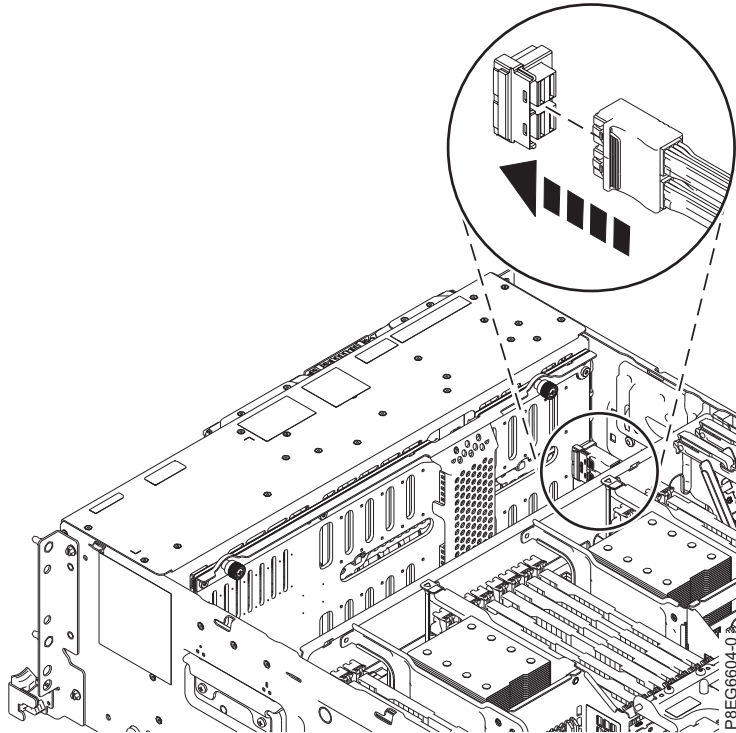

Figura 8. Reconexión de los cables SAS
7. Vuelva a conectar los cables SAS frontales al puerto del conector de la placa posterior de la unidad de disco, como se muestra en la Figura 8 en la página 9. Empuje el conector hasta que su pestillo haga clic.